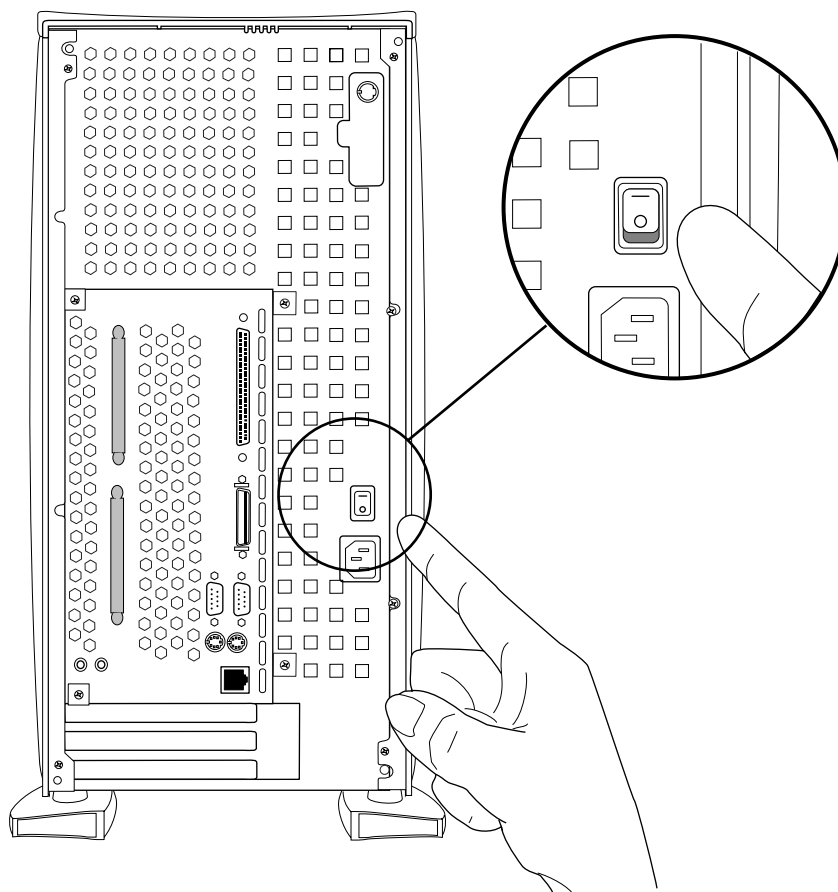

Figure 2-21 Mise en position sous tension du commutateur principal d'alimentation
1. A l'arrière du système, basculez le commutateur principal d'alimentation en position de mise sous tension, comme illustré à la Figure 2-21.